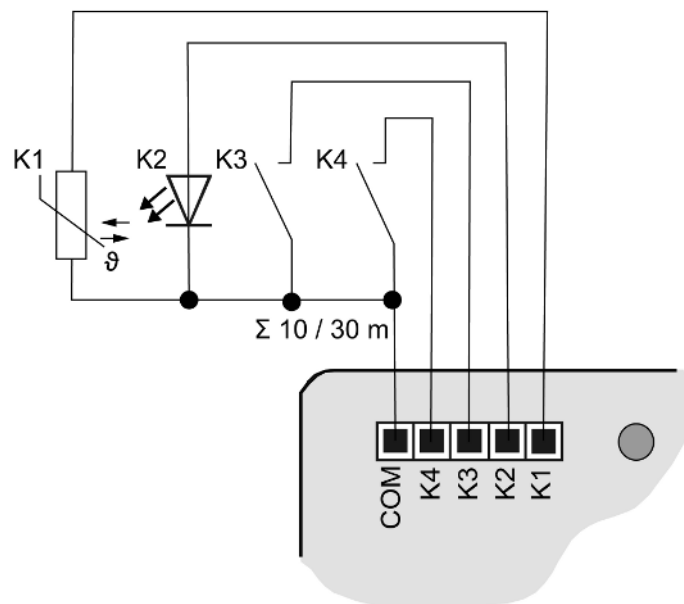
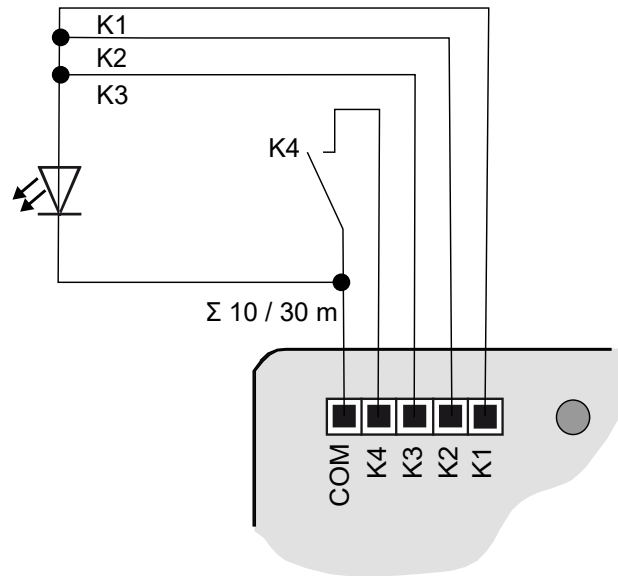

Figure 7: Exemple de raccordement
Figure 8: Exemple de raccordement avec des sorties en parallèle
- En option (uniquement variante "Confort") (voir chapitre "Accessoires" ▶ Page 27): Raccorder les boutons-poussoirs, commutateurs, contacts, LED ou NTC conformément aux exemples de raccordement avec les câbles de raccordement joints. Les exemples de raccordement (et (voir figure 8)) illustrent l'utilisation avec des entrées, des sorties et des capteurs.
- Raccorder les boutons-poussoirs, commutateurs, contacts, LED ou NTC conformément aux exemples de raccordement avec les câbles de raccordement fournis (voir figure 7) et (voir figure 8)). Les exemples de raccordement illustrent l'utilisation avec des entrées, des sorties et des capteurs.
Possibilité de brancher des sorties en parallèle, pour les consommateurs ayant des besoins en courant plus élevés. L'exemple (voir figure 8) K1-K3, elles sont branchées en parallèle.